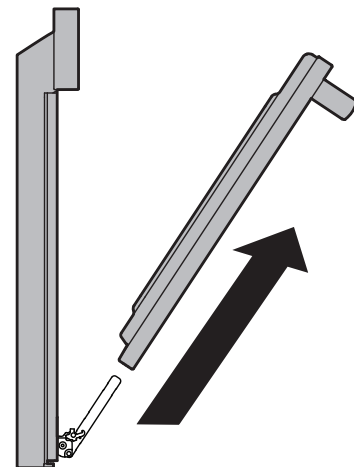

Figure 20: Enlever la porte
4. Tirez le bas de la porte vers vous tout en faisant tourner le haut de la porte vers l'appareil pour dégager complètement les leviers de charnière (Figure 20).
1. Tenez fermement les deux côtés de la porte. N'utilisez pas la poignée de la porte (Figure 20).